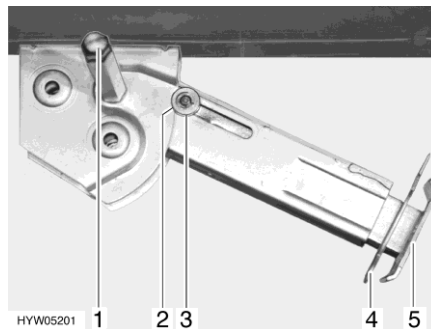

Fig. 46 Piedino di stazionamento
- Inserire la chiave a tubo nell'esagonale (Fig. 46,1) e ruotare fino a quando il piedino di stazionamento non si trova in posizione verticale verso il basso.
- Estrarre la copiglia (Fig. 46,4) dal prolungamento dell'estremità del piedino (Fig. 46,5).
- Inserire la chiave a tubo nell'esagonale (Fig. 46,1) e ruotare fino a quando il piedino di stazionamento non si stacca dal terreno.
- Spingere completamente all'interno il prolungamento dell'estremità del piedino (Fig. 46,5) e inserire la copiglia (Fig. 46,4) nel foro apposito.
- Ruotare la chiave a tubo nell'esagonale (Fig. 46,1), fino a quando il piedino di stazionamento non è sollevato verso l'alto e la guida (Fig. 46,3) è rientrata totalmente nell'intaglio (Fig. 46,2).